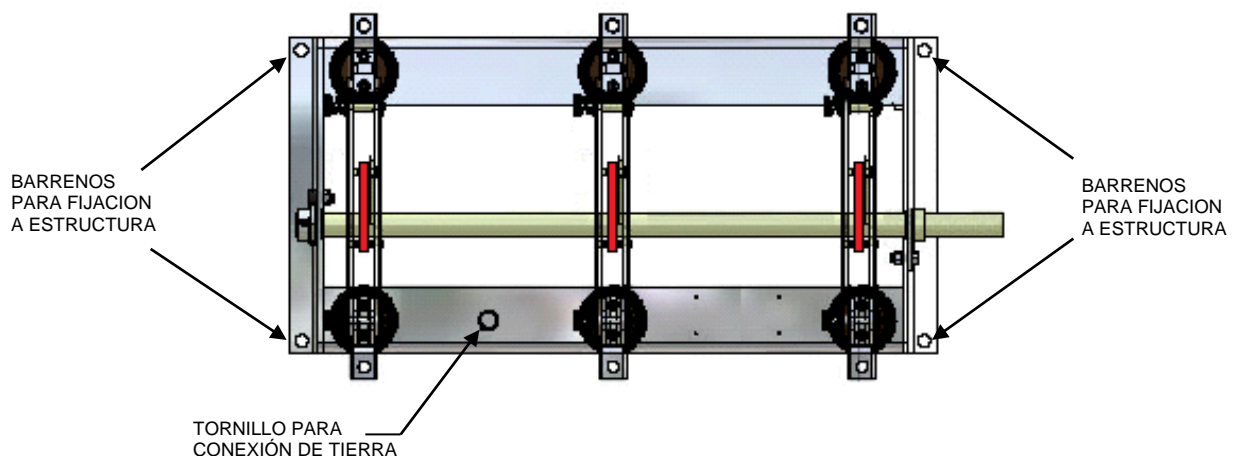

Figura 4
- 5.5. Coloque la nueva cuchilla asegurándose que quedaron bien fijos (atornillados) los puntos de fijación de la cuchilla a la estructura (Figura 4).